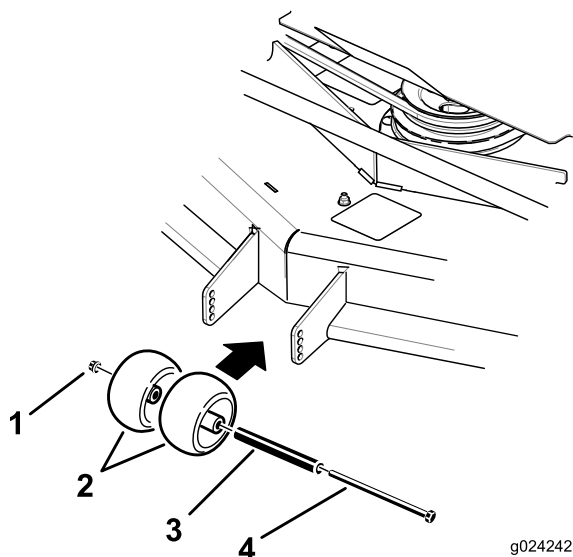
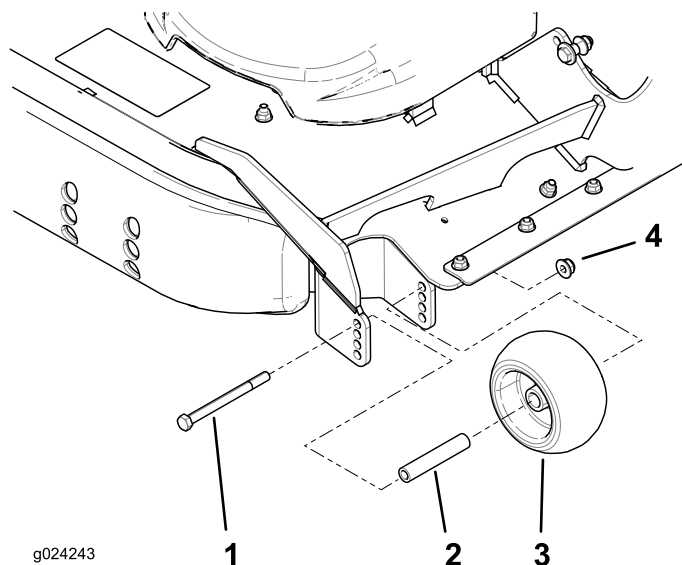

Figura 28
Figura 29
3. Ajuste los rodillos protectores del césped según se muestra en Figura 28 y Figura 29 a la posición de altura de corte más próxima.